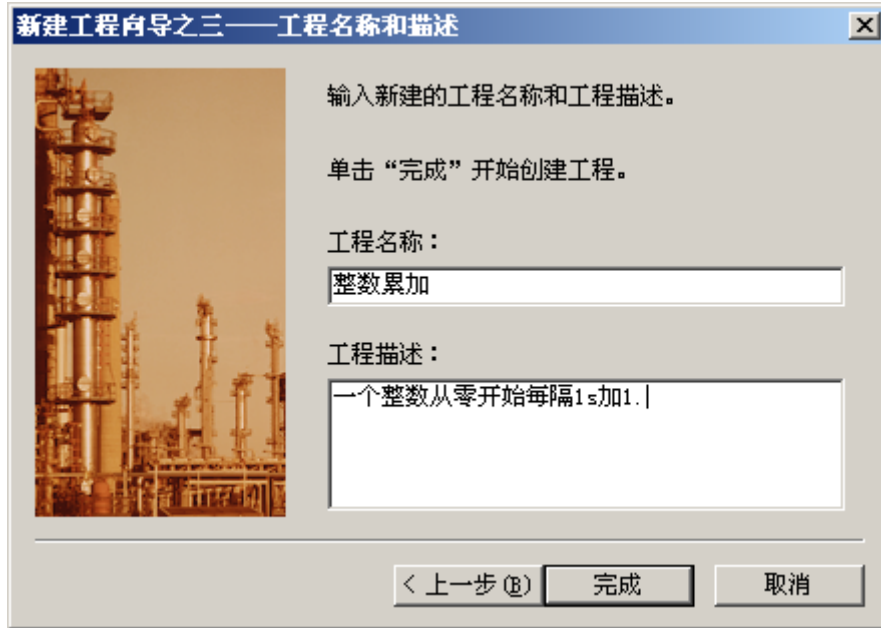

图 2-4 输入工程名称对话框
(4) 单击“下一步”按钮出现“新建工程向导之三——工程名称和描述”对话框，如图 2-4 所示。在对话框中输入工程名称“整数累加”（必须，可以任意指定），在工程描述中输入“一个整数从零开始每隔 1s 加 1”（可选）。